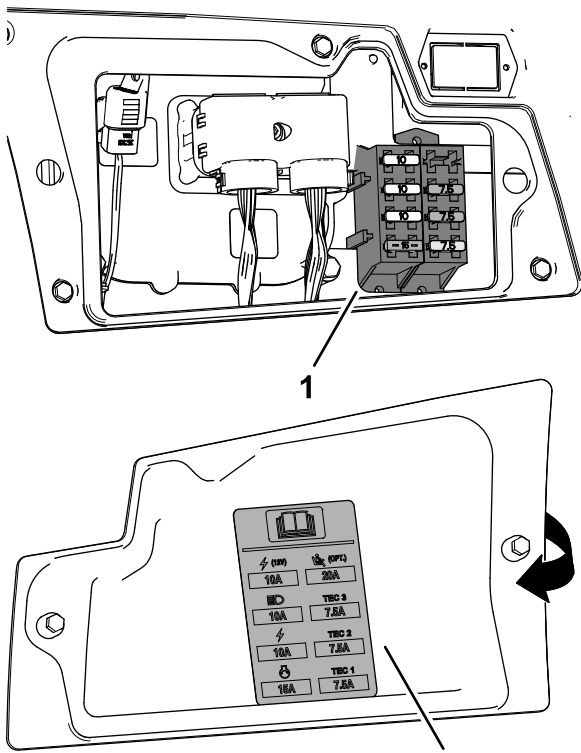

Figura 130
3. Substitua o fusível queimado (Figura 130) por um fusível do mesmo tipo e mesma amperagem.